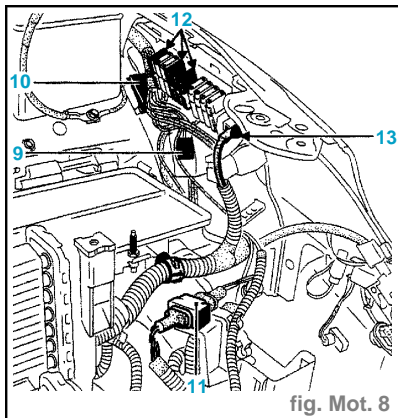

fig. Mot. 8
- les connecteurs (9), (10) et (11), les porte-fusibles (12) ainsi que l'alimentation (13) (fig. Mot. 8),